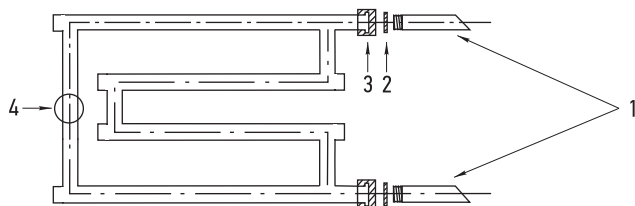

Рис. 4
4.1. High-Tech model «G+» и model «L+», комплектуются согласно схеме подключения (рис. 4, 5):
6.4. Монтаж полотенцесушителя производить согласно схеме (см. рис. 4, 5, 6).